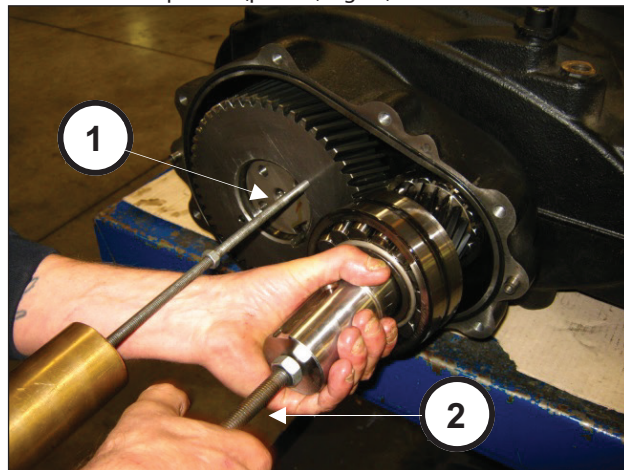

Fig. 12
Para poder remover o conjunto pinhão + coroa, é necessário aplicar um martelo nos 2 furos M8 da coroa (pos. ①, Fig. 12) e no furo M12 do pinhão (pos. ②, Fig. 12).